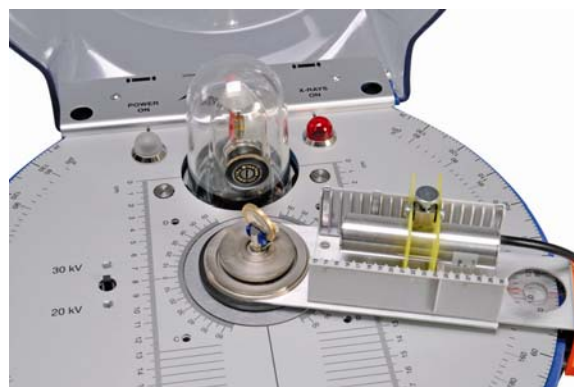

Fig. 2 Montage du détecteur d'énergie de rayonnement X sur le bras du goniomètre de l'appareil à rayons X (U192001)
- Insérer le support du détecteur d'énergie de rayonnement X à l'intervalle souhaité dans le chargeur du bras du goniomètre (cf. Fig. 2).